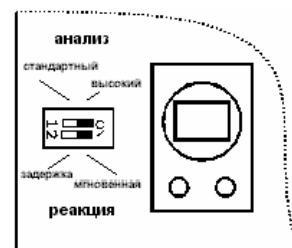

Рисунок 10
- Г.** Выберите режим мгновенной реакции или реакции с задержкой с помощью переключателя извещателя, используя переключатель 2 (см. рис. 10);